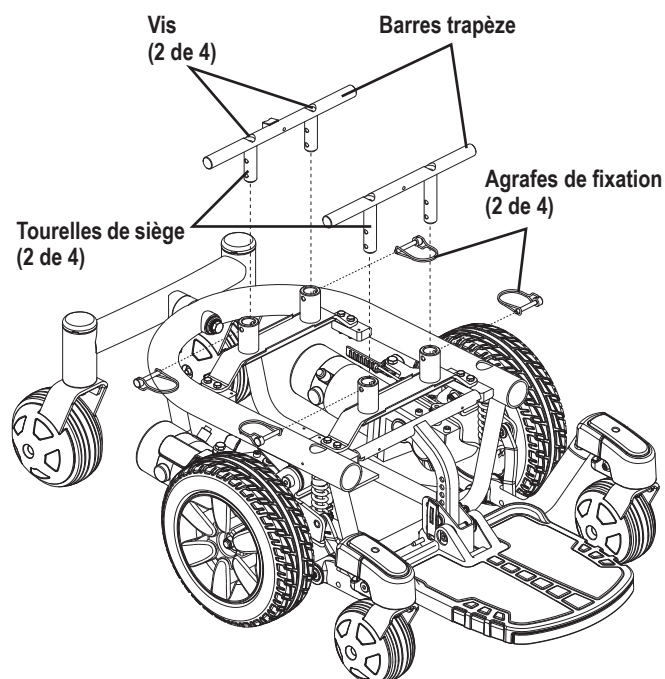

Figure 13. Réglage de la hauteur du siège-trapèze barres
8. Desserrez les vis qui retiennent la barre trapèze aux tourelles de siège. **Voir la figure 13.**
9. Retirez les agrafes de fixation qui retiennent des tourelles de siège à la base motorisé. **Voir la figure 13.**